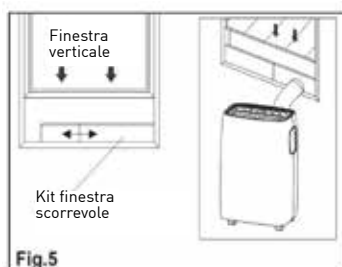

Fig.5
4. Fissare l'uscita del tubo nel kit finestra scorrevole e sigillare. (Fig.5 e 6)